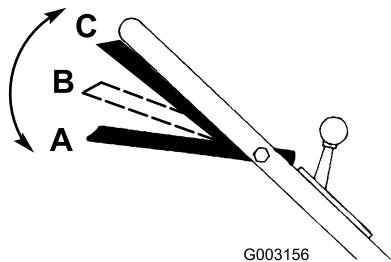

Figura 15
- La barra de control de la cuchilla debe estar en la posición A (Figura 15).
- Deslice la barra de control de la cuchilla a la derecha y élévela a la posición B para engranar la cuchilla (Figura 15).
- Apriete la barra de control contra el manillar hasta que llegue a la posición C para avanzar (Figura 15).